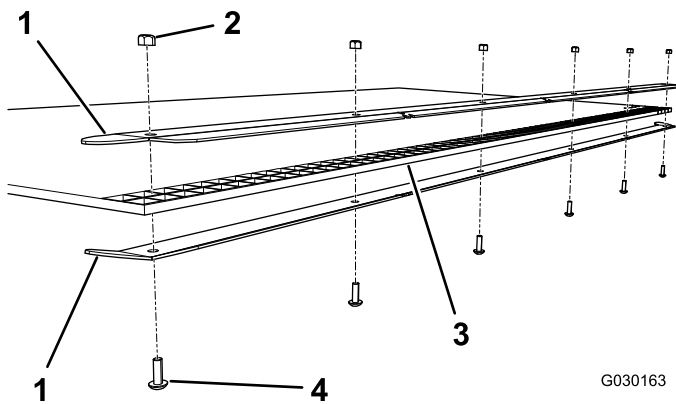

Bild 5
2. Befestigen Sie die Mattenhalterungen lose mit sechs Schrauben (5/16" x 1") und sechs Sicherungsmuttern (5/16") an der Kante der Schleppmatte, wie in Bild 5 abgebildet.